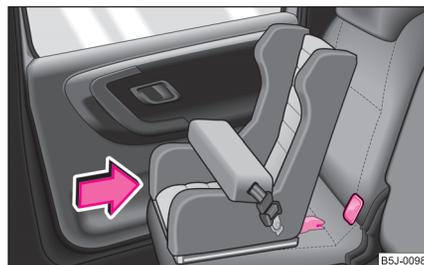

Fig. 143 El asiento infantil ISOFIX se introduce en los conos de alojamiento montados
- Introduzca los brazos de enclavamiento del asiento infantil, por encima de los conos de alojamiento montados, en las argollas de sujeción hasta que el asiento infantil encastre de forma audible ⇒ fig. 143.